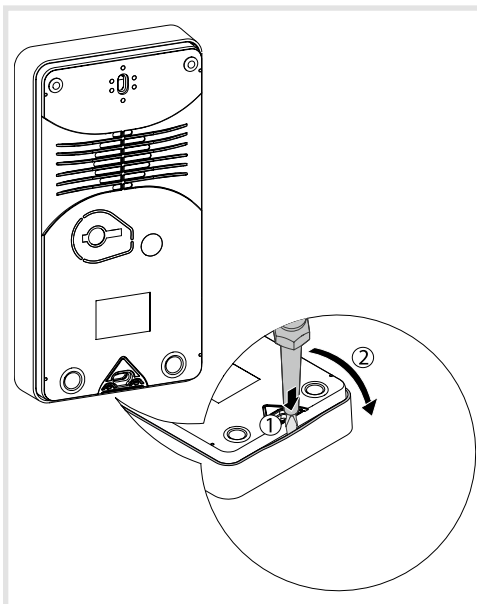

Figura 5: Prima apertura 2
(14) Vite Torx T10,
- Prima apertura: introduce per 2 mm un cacciavite piatto (4 mm) tra il lato anteriore e il supporto di fissaggio, e fate leva per sbloccarlo (figura 5).